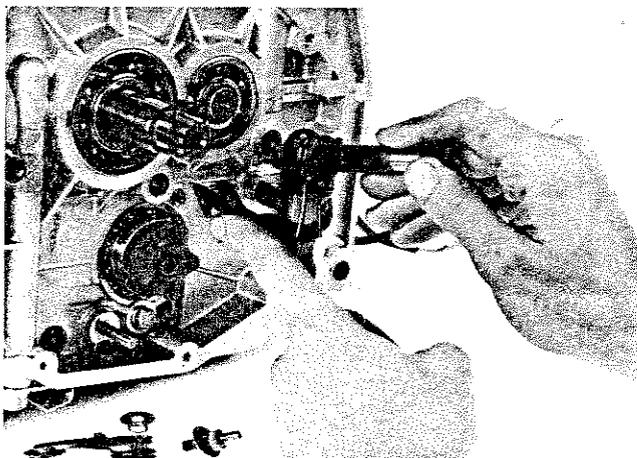

Fig. 143
- 5) Svitare il perno di contrasto (A) con la rondella di fermo del cuscinetto e alzando la levetta (B) del selettore (Fig. 143), sfilare l'alberino del pedale del cambio completo di leva e molla. La molla (C) può smontarsi, levando l'anello seeger (D).
- 5) Unscrew the pin A and the bearing securing washer. Raise the selector lever B (Fig. 143) and remove the gear pedal shaft, with its lever and spring.